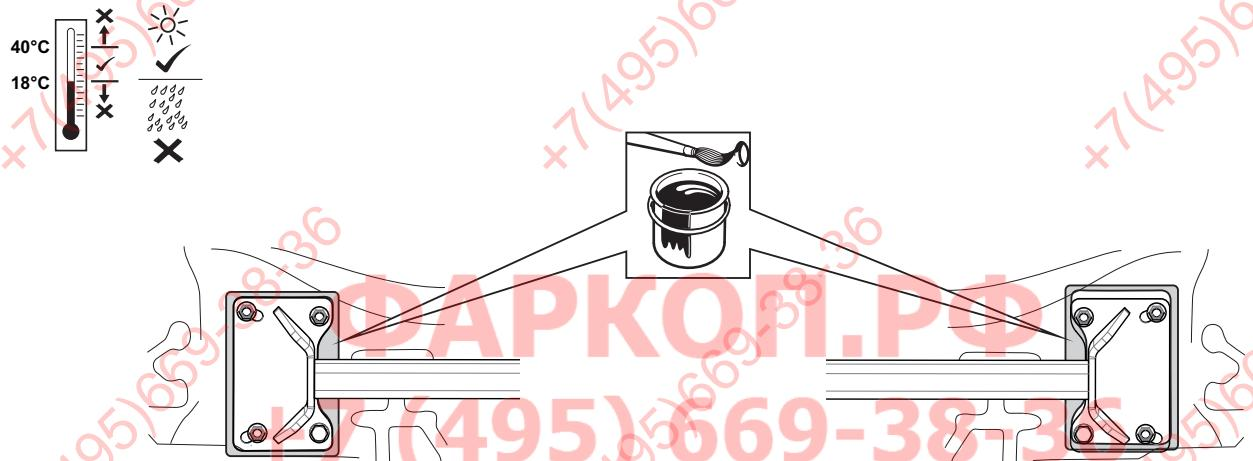

Fig. 2
4. Zastosować rodek antykorozjny. Patrz rysunek 2.
4. Анти-ржавчина защиты пропавления. См. рисунок 2.